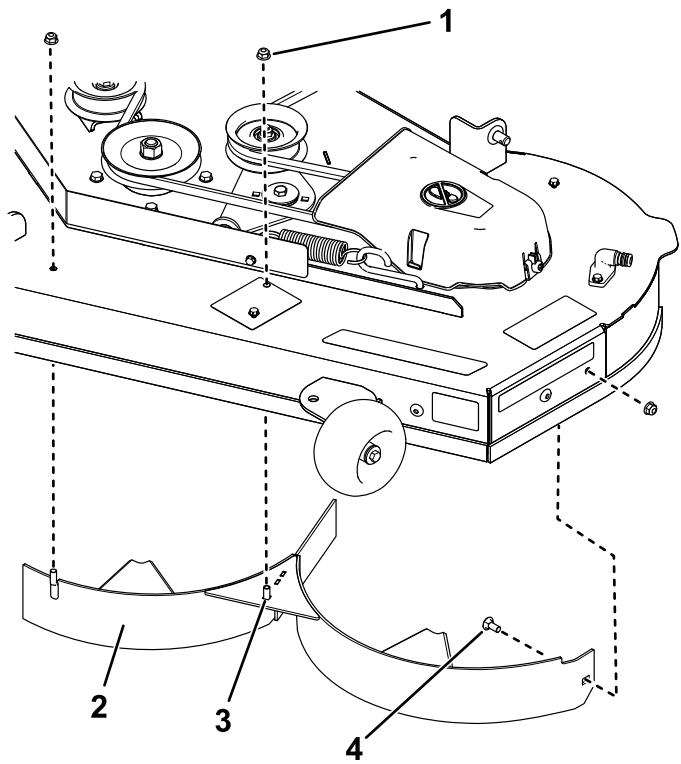

Рисунок 14
7. Отверните 2 контргайки (5/16 дюйма) с приваренными стержней на левом дефлекторе (Рисунок 14).
8. Отверните каретный болт и контргайку, которые крепят левый дефлектор к деке, и снимите дефлектор (Рисунок 14).
9. Найдите 2 болта в наборе отдельных деталей и используйте имеющиеся контргайки, чтобы установить крепежные детали в отверстия деки газонокосилки, показанные на Рисунок 14, для предотвращения выброса мусора.